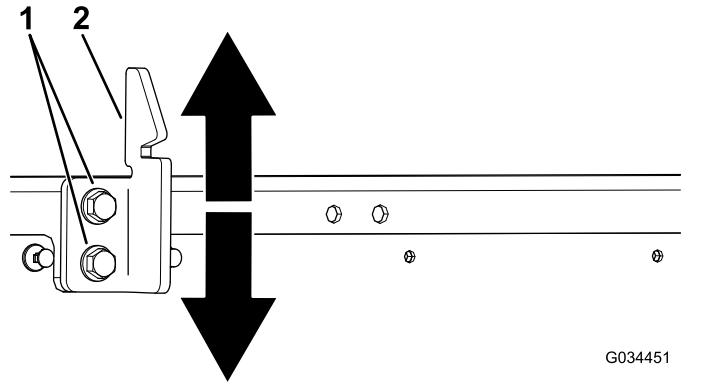

Figure 11
3. Desserrez les 2 boulons sur la gâche du loquet et montez ou descendez la gâche selon qu'elle est trop haute ou trop basse (Figure 11).
4. Serrez les 2 boulons de la gâche du loquet du plateau (Figure 11).